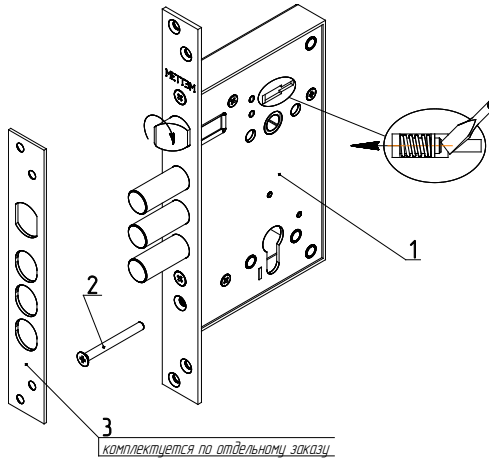

Рис.1
Комплектность замка приведена в таблице и показана на рис. 1.
4.2. Установить, при необходимости, защелку в соответствующее положение для правой или левой двери путем ее выдвигения из корпуса ответкой через паз в крышке замка и разворота на 180° вокруг своей оси (см. рис.1). **При перевороте защелки лицевую планку снять, отвернув винты крепления.**